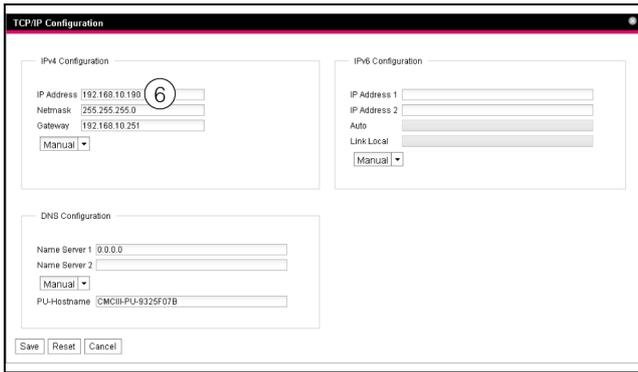

Abb. 91: Anpassen der TCP/IP-Einstellungen
- Ändern Sie im Fenster **TCP/IP Configuration** im Gruppenrahmen **IPv4 Configuration** die IP-Adresse des Geräts auf eine im Netzwerk erlaubte Adresse ab (Abb. 91, Pos. 6).